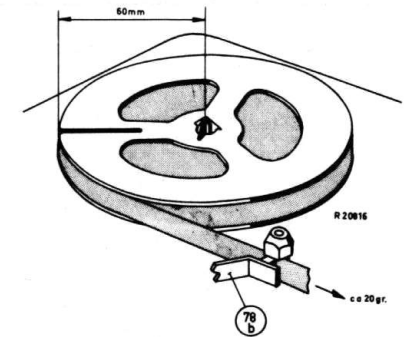

Fig. 47
- De kracht waarmee de band strak gehouden wordt tijdens "opspoelen" moet ca. 20 gram bedragen. Dit moet gemeten worden met een spoel met 120 mm band (volle 5" haspel), zie fig. 47. Deze frictie wordt verkregen door de remwerking van de aandrijfsnaar van het telwerk en de remwerking van afrembeugel 78b, die de band tegen de linker bandgeleider drukt. Om deze kracht te kunnen meten moet het apparaat in stand "opspoelen" gezet worden. De remwerking van afrembeugel 78b kan ingesteld worden met drukveer 63.